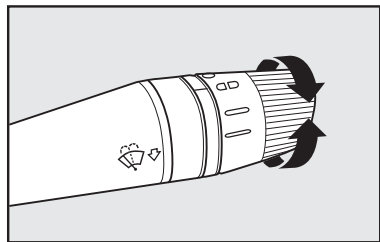

fig. 54
O sensor de chuva ativa-se automaticamente, colocando a alavanca da direita na posição **CD** fig. 54. Tem um campo de regulagem que varia progressivamente desde limpador parado (nenhum ciclo), quando o para-brisa está seco, até o limpador na primeira velocidade contínua (funcionamento contínuo lento) com presença de chuva.
Girando a chave para a posição **STOP**, o sensor de chuva é desativado e na partida seguinte (chave na posição **MAR**) o sensor não é novamente ativado mesmo se a alavanca tiver permanecido na posição **CD** fig. 54. Para ativar o sensor de chuva, basta deslocar a alavanca para outra posição qualquer e depois deslocar novamente para a posição **CD** fig. 54.
1) Apertando o pedal do acelerador e em seguida memorizando a nova velocidade atingida (posicionando a alavanca **A-fig. 54** para cima (+) por pelo menos três segundos).